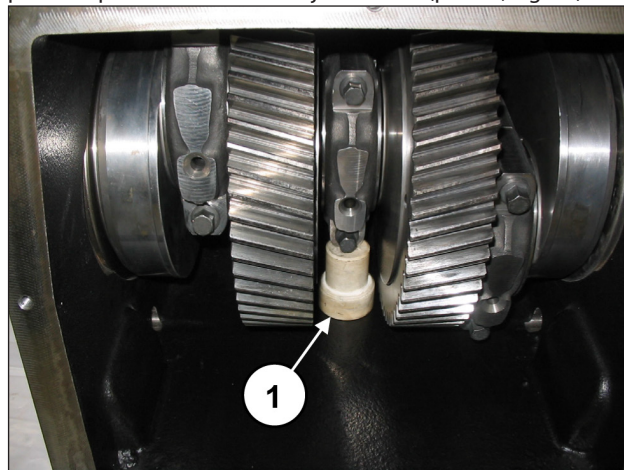

Fig. 13
Introducir un espesor debajo del cilindro de la biela central para bloquear la rotación del eje acodado (pos. ①, Fig. 13).